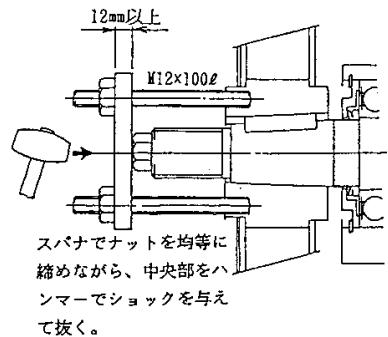

図 9-10
9.3.7 ベアリングケース(図 9-10,11,12)
右図の要領でドラムを取り外してください。(図 9-10)